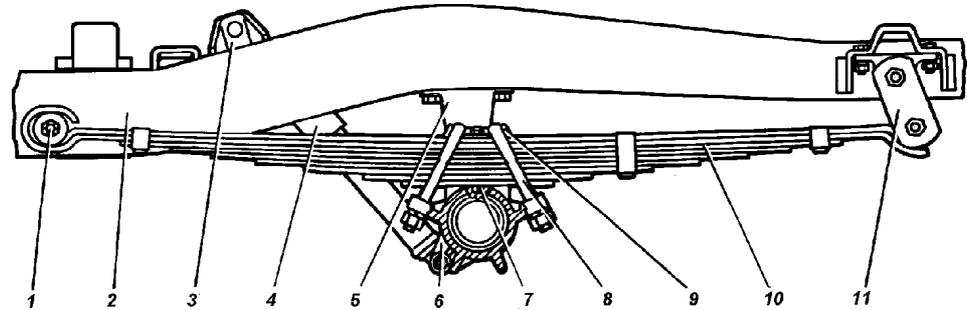

Рис. 6.4. Задняя подвеска автомобиля УАЗ-3151:
**Рессора задней подвески** (рис. 6.4) автомобилей УАЗ-3151 состоит из девяти листов. На остальных автомобилях устанавливаются семилистовые рессоры.